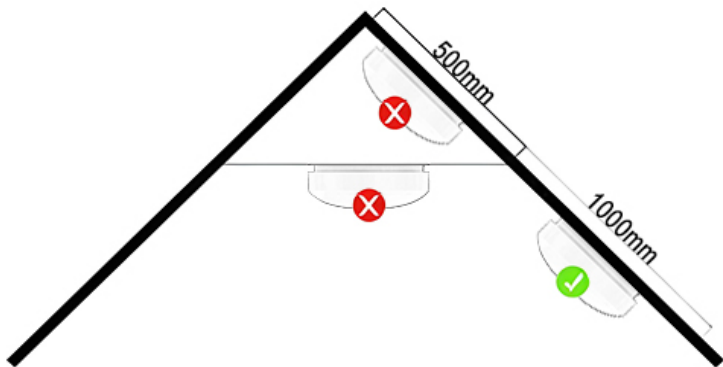

Abbildung 2
8. Falls die Wand oder Decke schräg ist, muss der Melder min. 500 mm vom höchsten Punkt entfernt im Raum installiert werden. (Abb. 2)